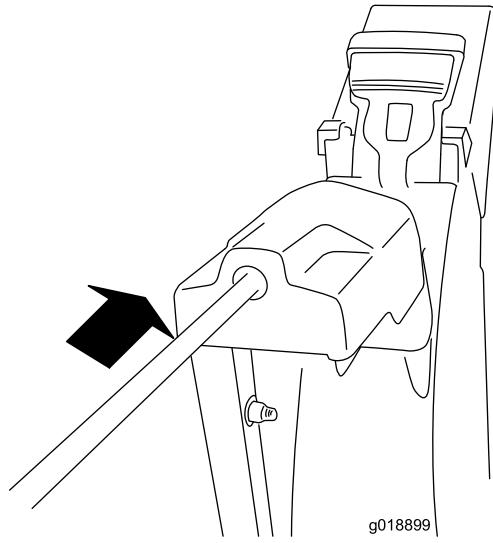

Рисунок 10
- Вставьте передний конец штока в отверстие на задней крышке редуктора желоба так, чтобы он вошел в соприкосновение с редуктором (Рисунок 10).